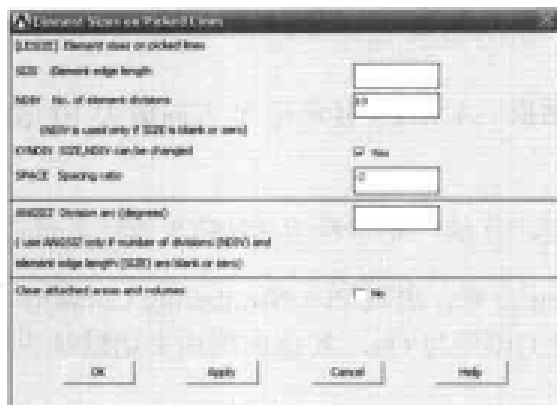

图 14-9 单元尺寸设置对话框
(9) 选择 Main Menu | Preprocessor | Meshing | Size cntrls | ManualSize | Lines | Picked lines 命令, 出现 Element Size On Picked Lines 菜单, 在文本框中输入 2, 4, 单击 OK 按钮, 出现 Element Size On Picked Lines 对话框, 在 NDIV No. of element 文本框中输入 10, 在 SPACE Spacing ratio 文本框中输入 -2, 如图 14-9 所示, 单击 OK 按钮关闭该对话框。